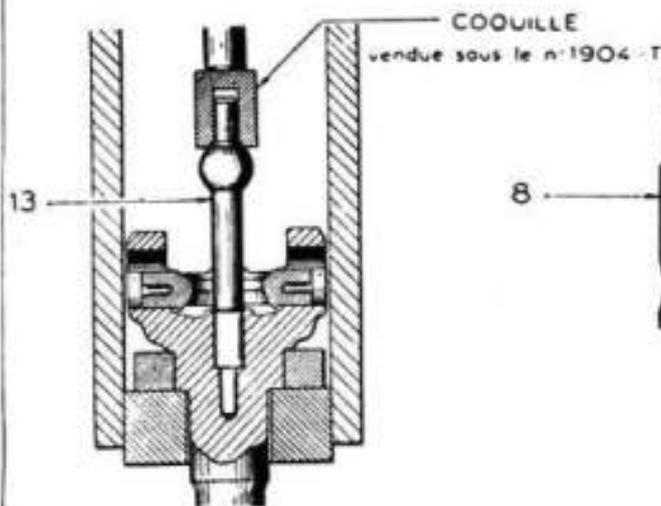

Fig. 33. — Mise en place de l'axe de rotule.
Emmancher à la presse (1.903-T) (fig. 29), l'axe de rotule (13) (figure 33) jusqu'à buter. Placer l'ensemble bien verticalement, pour ne pas fausser l'axe de rotule. Protéger la rotule par une coquille de poussée (1.904-T).